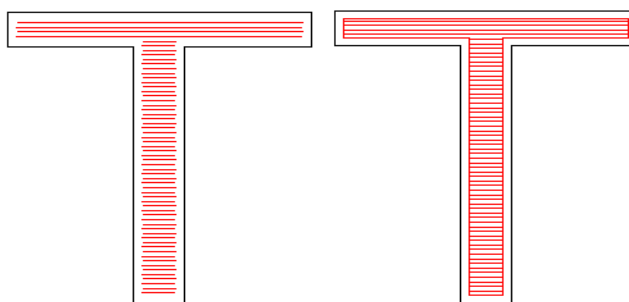

Рис. 3-8. Однократный проход по краю.
**Однократный проход по краю:** однократно выделяет границу вокруг линий штриховки после заполнения (Рис. 3-8)